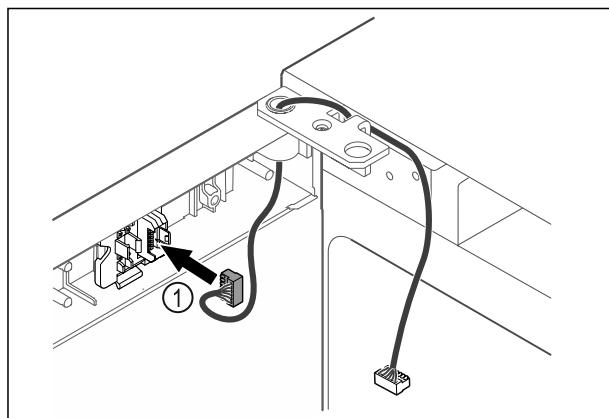

Fig. 46
- Introduceți fișa Fig. 46 (1) în suportul fișei.